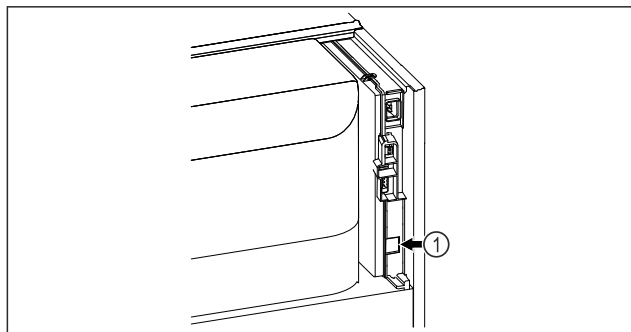

Fig. 134
- Vstavljen je SmartModule Fig. 134 (1).